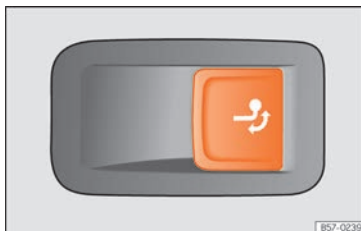

Abb. 303 Im Gepäckraum rechts: Taste zur Entriegelung der Anhängerkupplung.
- Ziehen Sie kurz an der Taste »» **Abb. 303**. Die Anhängerkupplung wird automatisch entriegelt und dreht selbsttätig heraus. Die Kontrollleuchte der Taste blinkt.
- Ziehen Sie kurz an der Taste »» **Abb. 303**. Die Anhängerkupplung wird elektrisch entriegelt.
- Wenn die Kontrollleuchte der Taste »» **Abb. 303** → *blinkt*, ist die Anhängerkupplung noch nicht vollständig eingerastet oder beschädigt »» ⚠.
- Wenn die Kontrollleuchte bei geöffneter Heckklappe »» **Abb. 303** → *dauerhaft leuchtet*, ist die Anhängerkupplung vollständig eingerastet, sowohl in eingezogener als auch in herausgeschwenkter Stellung.
• Drücken Sie keinesfalls die Taste »» **Abb. 303**, wenn ein Anhänger oder ein Gepäckträger oder anderes Zubehör auf der Anhängerkupplung eingehängt ist.